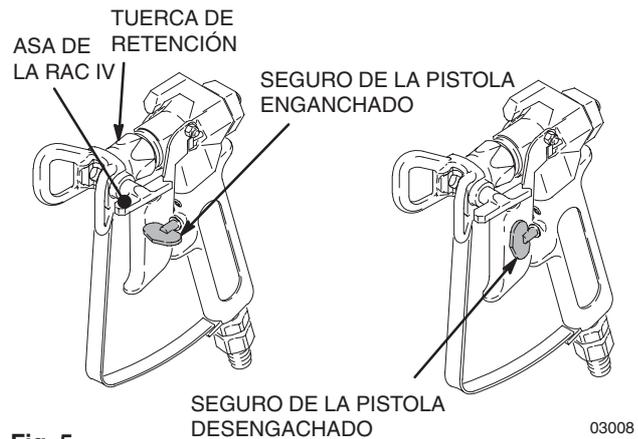

Fig. 5
- a. Abra (asa hacia abajo) la válvula de drenaje de presión (G). Si no está conectada una manguera secundaria, compruebe que la tapa de la salida secundaria está colocada. Coloque el interruptor ON/OFF (L) en la posición ON. Gire lentamente el botón de ajuste de la presión en sentido de las agujas del reloj hasta que el pulverizador se ponga en marcha. Cuando el fluido salga por la manguera de drenaje, cierre la válvula de drenaje de la presión (asa hacia adelante).
- b. Fig. 5. Desenganche el cierre de seguridad de la pistola. Siguiendo las instrucciones de la advertencia anterior, dispare la pistola hasta que se haya expulsado todo el aire del sistema y la pintura fluya libremente por la pistola.
8. Fig. 5. Enganche el seguro de la pistola. Coloque la protección de la boquilla. Consulte el manual 308-644, suministrado.
- Compruebe el chorro de pulverización. Para ajustar el chorro de pulverización, coloque el seguro de la pistola, afloje la tuerca de retención. Coloque horizontalmente la protección de la boquilla para obtener un chorro horizontal y verticalmente para obtener un chorro vertical. Apriete después la tuerca de retención. Fig. 5.
- Si se obstruye la boquilla de pulverización, suelte el mecanismo de disparo de la pistola, enganche el cierre de seguridad y gire el asa de la RAC IV 180°. Vea la Fig. 5.